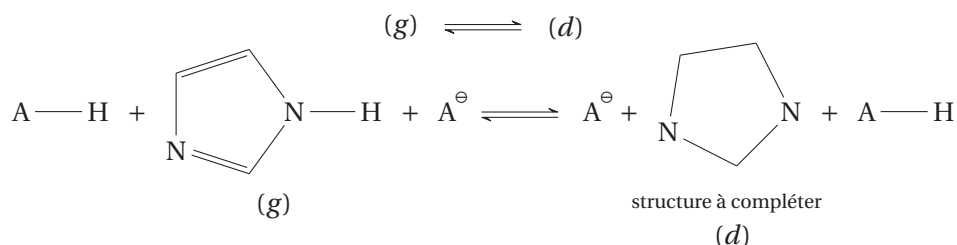

FIGURE 15 – Schéma à reproduire sur la copie et à compléter (Q55).
La figure 15 représente un équilibre entre deux formes nommées (g) et (d) (pour « gauche » et « droite »). AH représente toute espèce protogène présente dans le milieu (l'imidazole par exemple).
**Q55. Compléter** la figure 15 avec, entre autres, les mouvements d'électrons (sens  $g \rightarrow d$ ). **Nommer** le type d'équilibre ainsi formalisé.